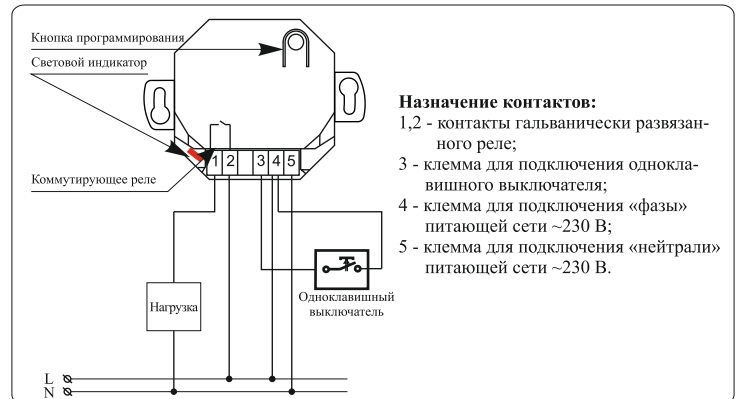

Рисунок 1 Типовая схема подключения Intro II 8522 UPM и назначение контактов
- Выполнить подключение (монтаж) согласно схеме на рис. 1 и Приложению.
Коммутирующее реле включено между контактами 1 и 2. Для возможности включения/выключения нагрузки необходимо подать «фазу» на контакт 2 (см. рисунок 1), а нагрузку включить между контактом 1 и «нейтралью».
- «нейтраль» подключается к контакту 5 (см. рисунок 1).